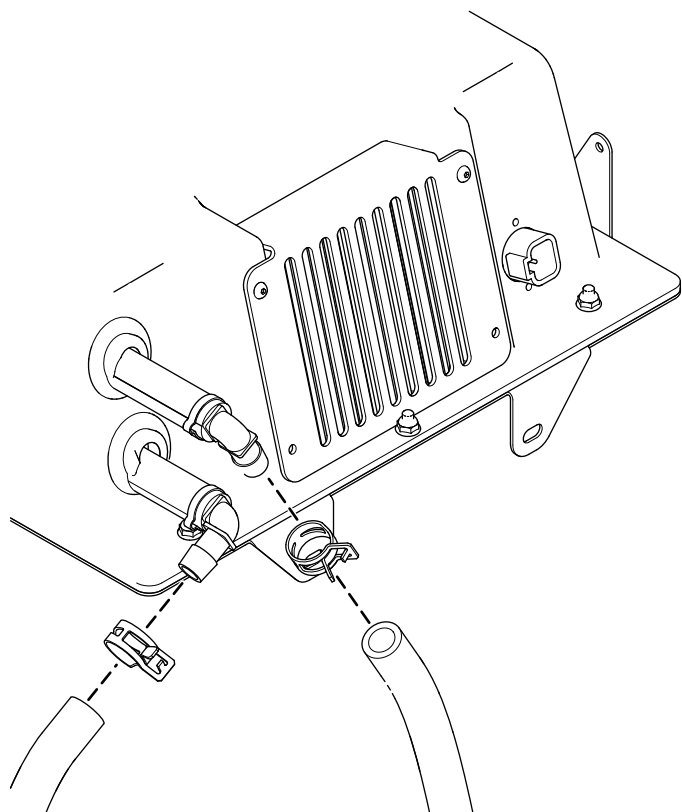

Figura 16
7. Ligue os dois tubos de refrigeração na parte frontal da caixa do aquecedor com duas braçadeiras de banda, como se mostra na Figura 16.